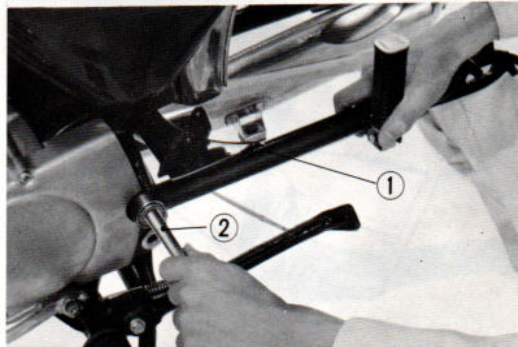

Fig. 139 Remontage du bras oscillant
- 2) Garnir de graine les bagues du bras oscillant et reposer le bras sur le cadre à l'aide de l'axe. (Fig. 139)